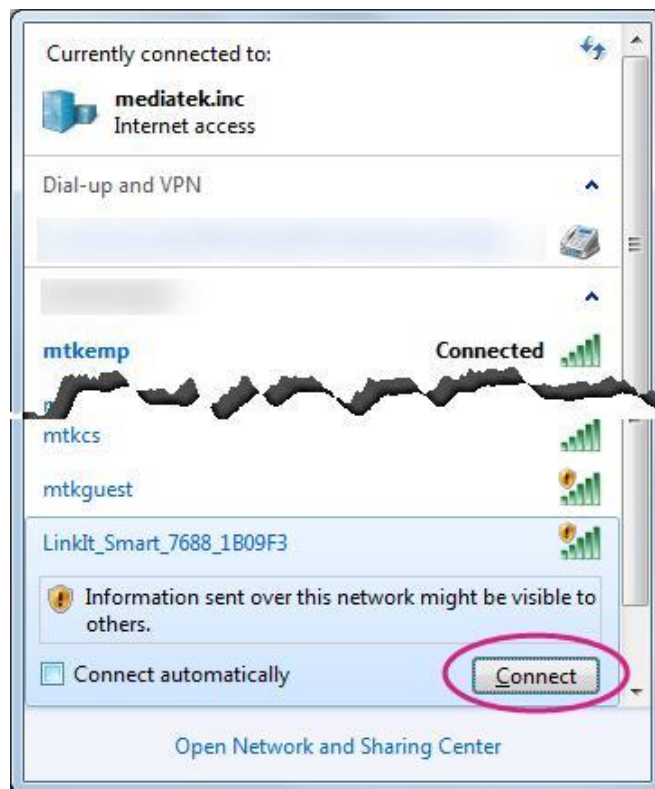

图 16 连接到 LinkIt_Smart_7688 AP
- 2) 打开计算机上的 Wi-Fi 连接面板并连接到名为 LinkIt_Smart_7688_1B09F3（1B09F3 是 MAC 地址，你的可能不一样）的热点，如图 16 所示。